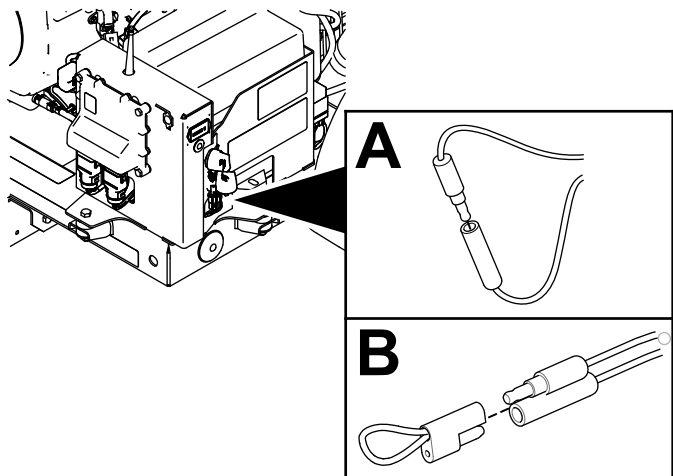

図 57
2. ピン 1 本のコネクタをソケット 1 個のコネクタから外す 図 57。
3. ピン 1 本のコネクタとソケット 1 個のコネクタにひも付きキャップを取り付ける 図 57。